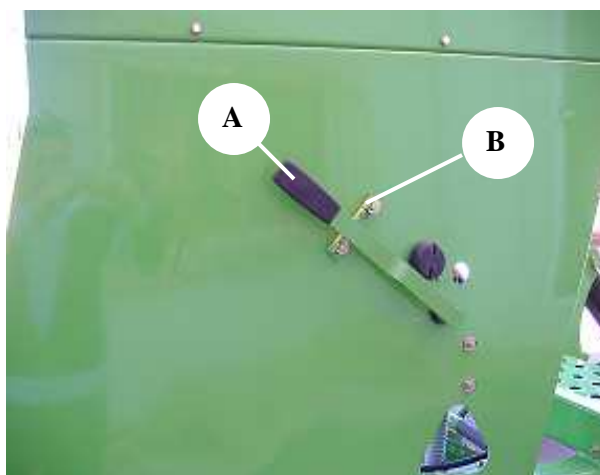

Fig. 22-01
Por ello, los fondos disponen de un mando único Fig.22-01 y una escala numerada del 1 al 7 para controlar su apertura.
El mando (A) de la Fig.22-01 queda fijado en la posición deseada, gracias a las muescas del soporte de escala (B), asegurándonos que durante el trabajo no se moverá de la posición seleccionada.